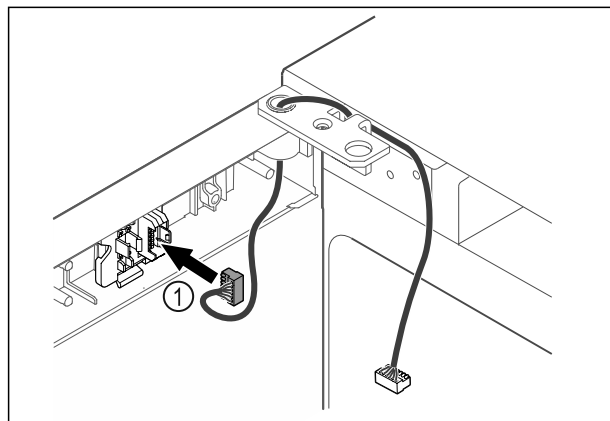

Fig. 48
- Sæt stikket Fig. 48 (1) i stikholderen.